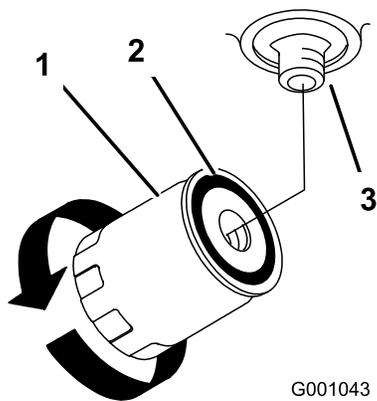

**Figura 75**
3. Localize o filtro e coloque um recipiente sob o filtro (Figura 75).